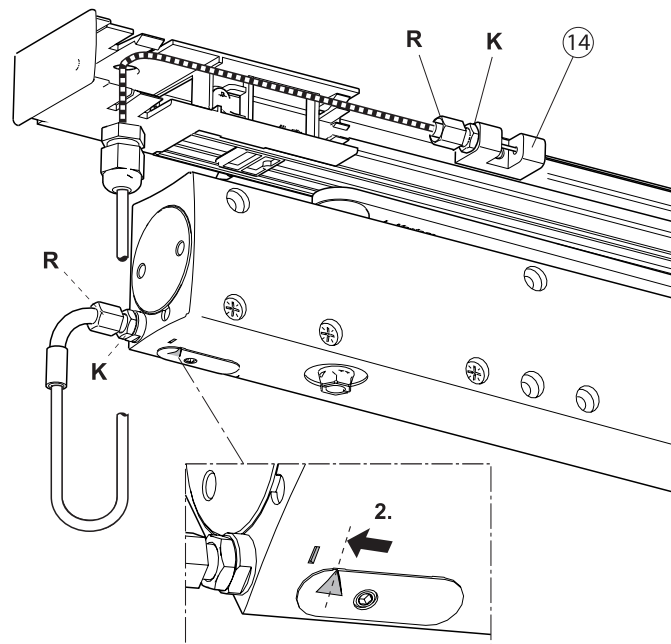

Fig.: 6.6.1
- Tendre le câble de telle façon que la vanne IS (fig. 6.6.1) du ferme-porte côté battant mobile ne soit **pas** actionnée (4.).